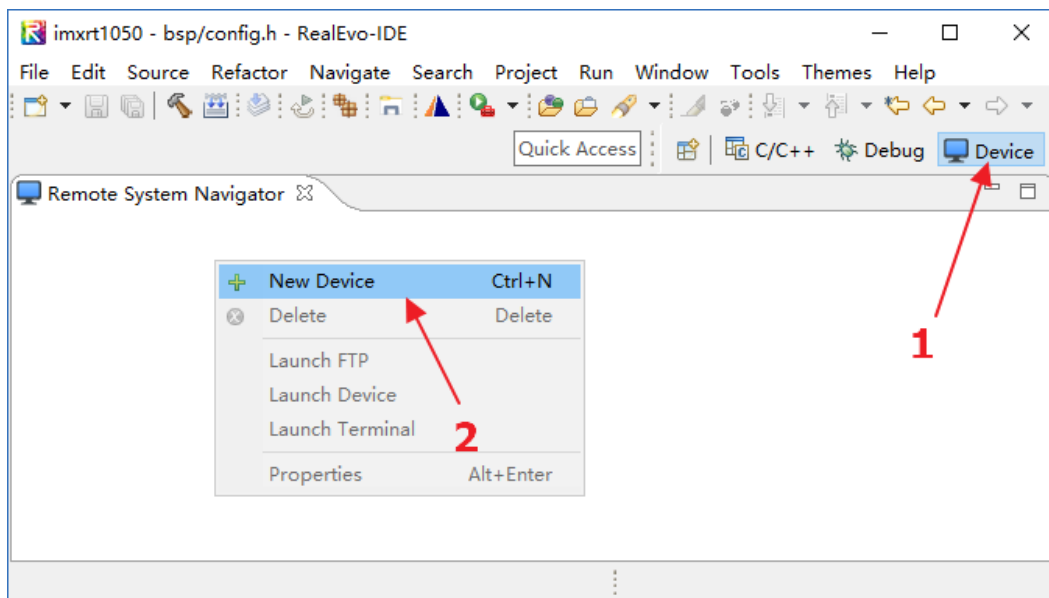

图 3.4 创建设备过程
4. 点击工具栏右侧 Device 按钮，进入 Device 视图，然后在左侧 Remote System Navigator 空白处右键，选择“New Device”菜单，如图 3.4 所示：